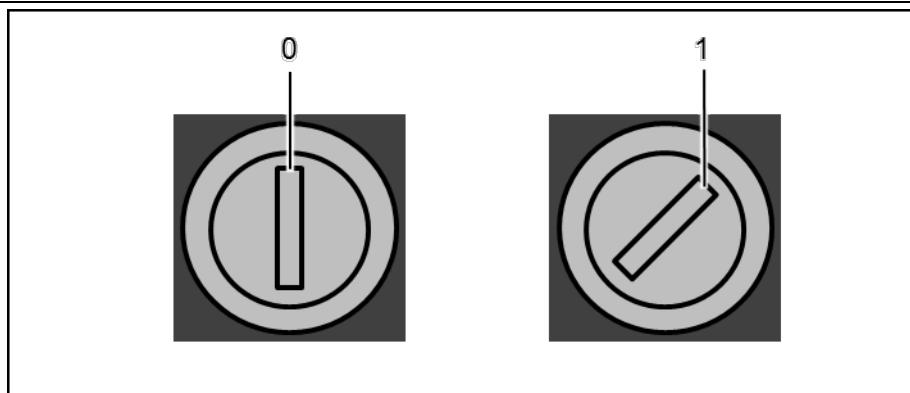

Рис. 10: замок-выключатель на распределительном шкафу
7. Включите установку. Для этого поверните замок-выключатель в положение 1 (Рис. 10).
13. Выключите установку. Для этого поверните замок-выключатель в положение 0 (см. Рис. 10). Извлеките ключ.